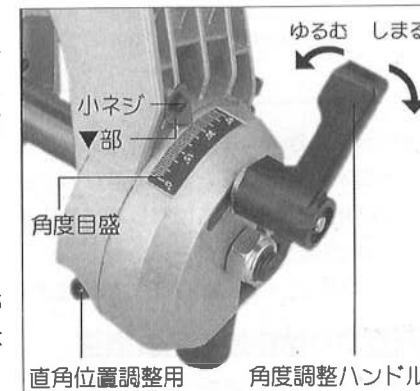

図26
- ①本機を定規付支え板側(後部)へスライドさせ、スライド軸を固定してください。次にハンドルを下げる、ストッパー部マミで固定してください。
- ②アーム後部の角度調整ハンドルをゆるめてください。(図26参照)
- ③アーム側面下部の直角位置調整用六角穴付ボルトを六角レンチで左に2~3回回して本機を右方向に傾けてください。(図26参照)
- ④ターンベース面とノコ刃の側面に三角定規をあて、ターンベース面とノコ刃の刃面が直角になるように調整してください。
- ⑤本機を固定し、直角位置調整用六角穴付ボルトの位置を合わせてください。
- ⑥アームの▼部とアームホルダーの角度目盛の0°が一致しているかを確認してください。
- ⑦▼部と目盛が一致していないときは、小ネジをゆるめて、▼部を角度目盛0°に合わせてください。